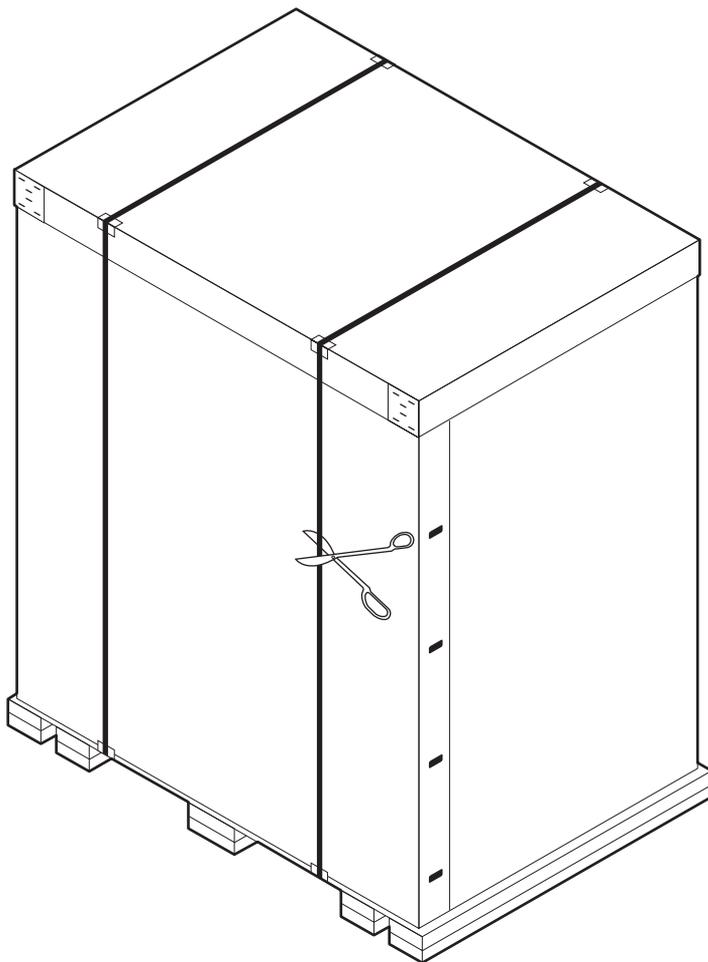

Figura 4-2: Quitar las bandas de acero
3. Con unas tijeras metálicas, corte las dos bandas de acero que sujetan la biblioteca y el material de embalaje al palet (consulte la Figura 4-2).